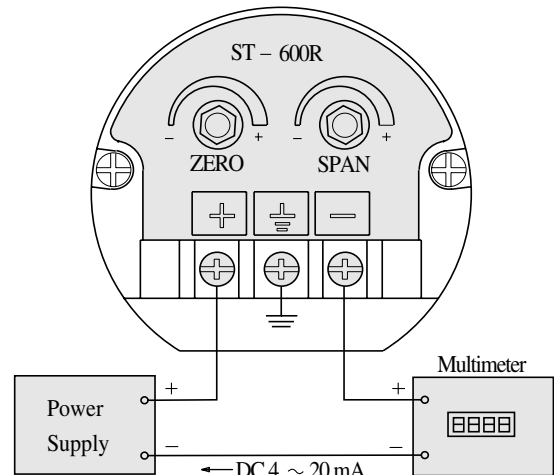

Fig.4
- 1) 전류측정시 ST-600R "-"단을 Multimeter의 "+"와 연결하고 Multimeter의 "-"단을 Power Supply의 "-"에 연결한 후 Power를 공급한다.(Fig. 4 참조)
- 1) When (+) terminal of multimeter is connected to (-) of ST-600R and (-) of multimeter to (-) of power supply, supply power voltage. (Refer to Fig 4)